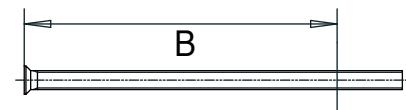

FIG. 7
IT PREDISPOSIZIONE DELLA PORTA TAGLIAFUOCO PER IL MONTAGGIO CON MANIGLIONE AD APPLICARE CON ELETTROMANIGLIA art. 1.07074.80.0 (Fig. 6 - Fig. 7)
- 3B. tagliare quadri e viti secondo le dimensioni indicate in fig. 7;
FR PRÉPARATION DE LA PORTE COUPE-FEU POUR LE MONTAGE DE LA BARRE ANTIPANIQUE A APPLIQUER DOTEÉ D'UN DISPOSITIF ELECTRIQUE art. 1.07074.80.0 (Fig. 6 - Fig. 7)
- 3B. couper tableaux et vis en respectant les dimensions indiquées sur la fig. 7 ;
DE VORBEREITUNG DER BRANDSCHUTZTÜR FÜR DIE MONTAGE EINER BETÄTIGUNGSSSTANGE IN AUFSETZAUSFÜHRUNG MIT ELEKTRODRÜCKER Art. 1.07074.80.0 (Abb. 6. - Abb. 7)
- 3B. Die Vierkantstäbe und die Schrauben auf die in Abb. 7 angegebenen Maße abändern;
EN PRE-SETTING A FIRE DOOR FOR INSTALLATION OF A RIM VERSION PANIC EXIT DEVICE WITH ELECTRIC HANDLE item 1.07074.80.0 (Fig. 6- Fig. 7)
ES PREPARACIÓN DE LA PUERTA CORTAFUEGOS PARA EL MONTAJE CON BARRA APLICADA CON ELECTROMANILLA Art. 1.07074.80.0 (Fig. 6 - Fig. 7)
- 3B. Corte los cuadrados y tornillos según las dimensiones indicadas en la Fig. 7;